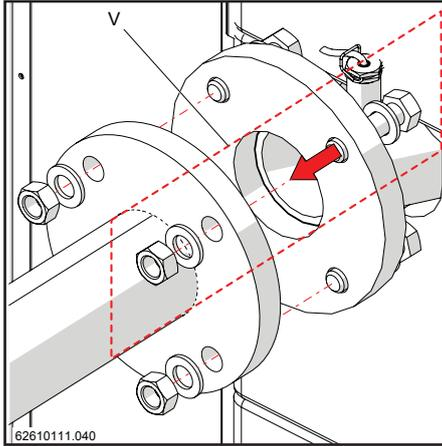

Figure 15-47
- 8.- Connectez les raccord hydrauliques avec les boulons "V" (non inclus dans le kit) dans le sens indiqué sur la figure 15-47.